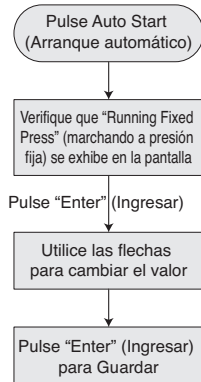

Figura 13 - Cambio del Punto de Referencia de las PSI (libras por pulgada cuadrada) mientras la bomba está en marcha.
- Pulse las teclas siguiendo el orden que se ilustra en la Figura 13 para hacer el cambio que se desea. Este parámetro le permite cambiar el punto de referencia interno o externo (Internal or External Setpoint), dependiendo del que se esté haciendo referencia en el momento en que se haga el cambio.